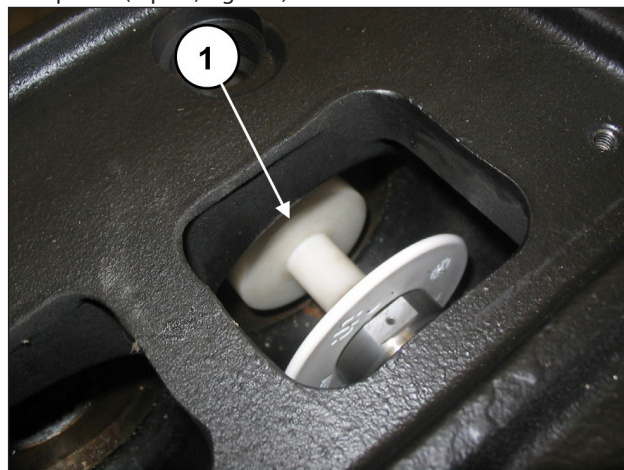

Fig. 134
Tourner manuellement l'arbre de sorte que les trois pistons se trouvent progressivement en position de point mort supérieur puis insérer le tampon réf. 27516600 entre le guide de piston et le piston (rep. ①, Fig. 134).